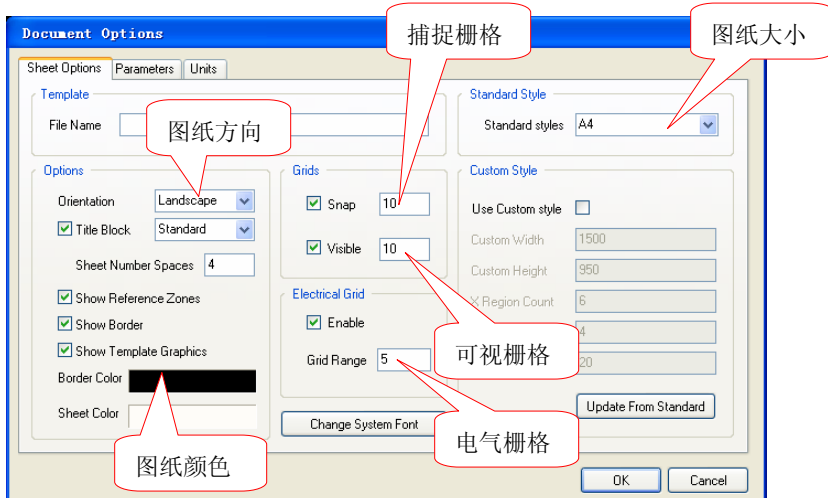
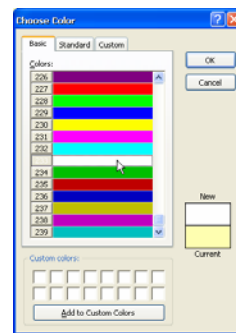

图2-2 设置图纸相关参数
图2-3 色彩设置对话框
【练习2-1】：将电路图纸设置为 A4、横向，如图 2-2 所示。
1. 在原理图编辑器中，执行菜单命令【Design】/【Document Options】，即可进入如图 2-2 所示的图纸参数设置对话框。在这个对话框中可以对图纸大小、图纸方向、背景颜色、栅格参数等进行设置。
2. 在图 2-2 中的【Standard styles】栏，从下拉列表中选择“A4”便可以将图纸大小设置为 A4。
1. 在原理图编辑器中，执行菜单命令【Design】/【Document Options】，即可进入如图 2-2 所示的图纸参数设置对话框。图纸颜色设置包括图纸边框（Border）和图纸底色（Sheet）的设置。
2. 在图 2-2 所示的【Options】/【Sheet Color】栏中，单击鼠标左键，即可进入如图 2-3 所示的图纸底色设置对话框。
3. 在图 2-3 所示的【Basic】/【Colors】栏中，选择白色。然后单击 按钮就可以将图纸底色设置为白色。
4. 在图 2-2 所示的【Options】/【Border Color】栏中单击鼠标左键，重复步骤 2、3 的操作，即可将图纸边框颜色设置为黑色。